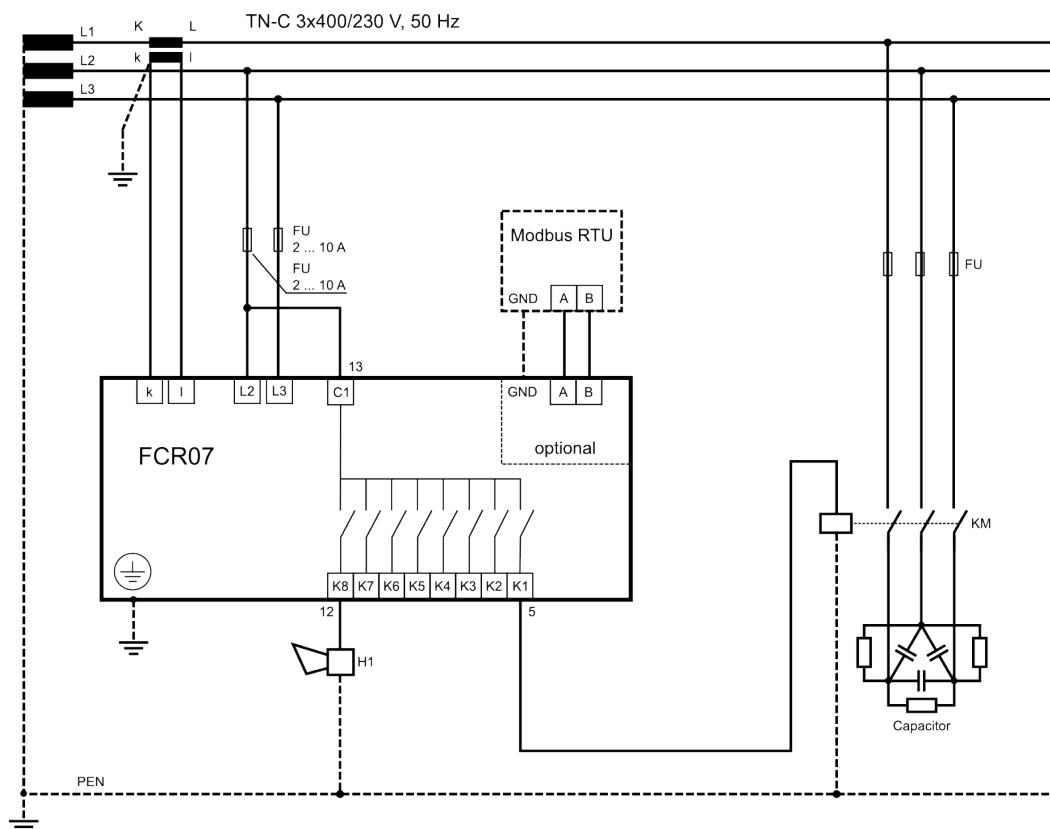

Рисунок 6: Подключение регулятора FCR05 / FCR07
По умолчанию в приборе установлены стандартные настройки, смотрите табл. 3. Напряжения питания необходимо запитывать от регулируемой сети, так как данное напряжение используется для измерения напряжения сети. Значение данного напряжения написано на заводской табличке. Ток для измерения берется от оставшейся фазы. По умолчанию напряжение измеряется между L2-L3, а ток измеряется в фазы L1. Подключение регуляторы показано на рис. 6 и 7.
1. Подключить регулятор согласно рис. 6.